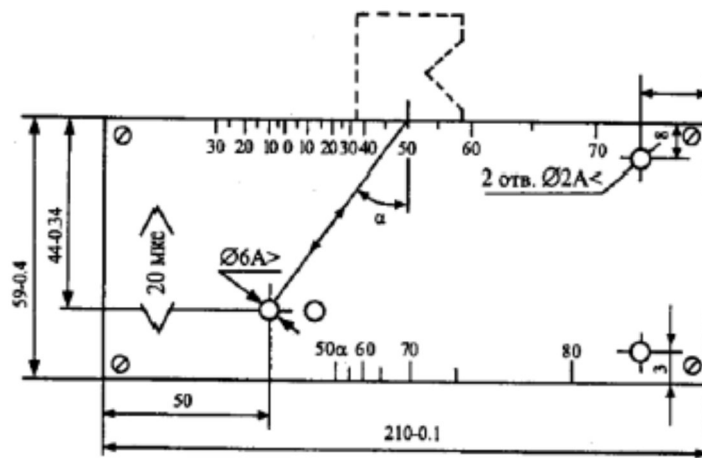

Рисунок 2. Стандартный образец СО-2
Рисунок 2 - Измерение выпуклости (вогнутости) стыкового шва (g)при различном уровне наружных поверхностей деталей, вызванном смещением при сборке соединения под сварку
2. На эскизе (рис. 2) дать схему расположения искателя на эталоне 3 для определения центра излучения искателя, если положение точки выхода луча не известно, при этом имейте ввиду, что точка выхода луча (центр излучения искателя) расположена на искателе напротив центра полуокружности стандартного образца 3 при установке искателя в положение, при котором